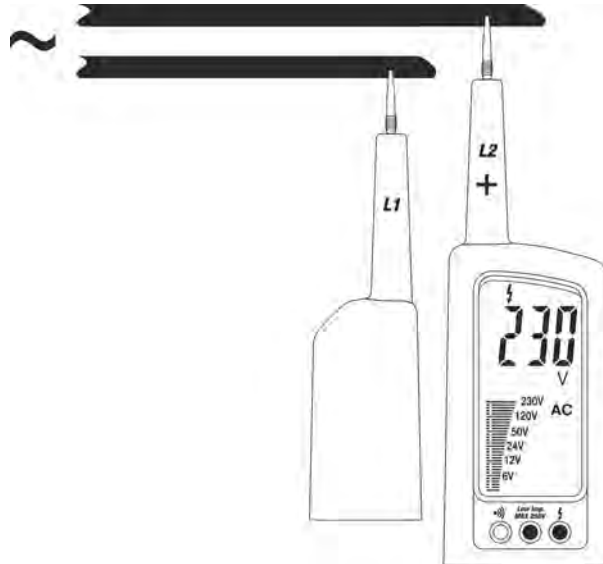

Fig. 4: Misura di Tensione AC con bassa impedenza
2. Collegare i puntali L1 e L2 alla sorgente in prova (vedere Fig.4). La misura è eseguita **solo con contatto dei puntali sulla parte metallica dei conduttori**